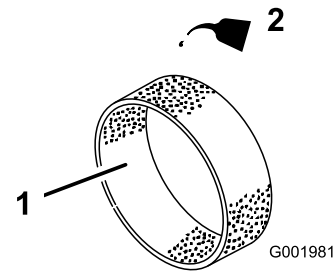

Figure 44
- Imbibez l'élément de 30 à 60 ml d'huile (Figure 44).